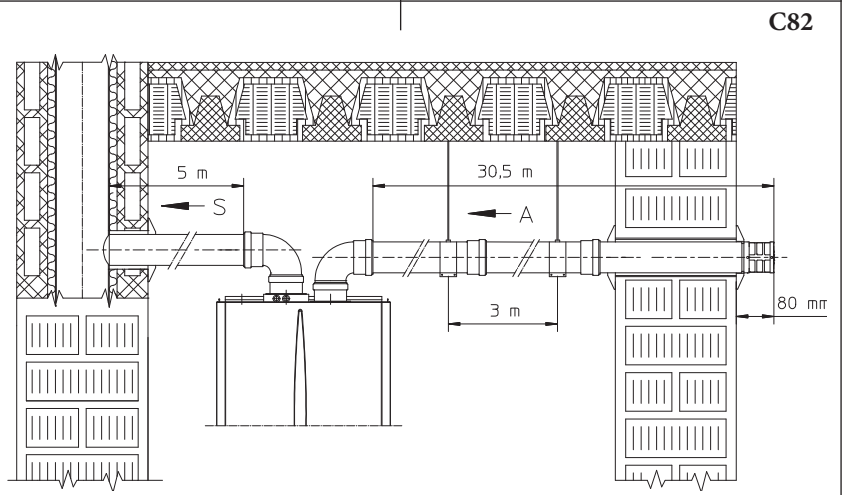

Fig. 1-29
- Perdita di temperatura nei canali da fumo. Per evitare problemi di condensa dei fumi nel condotto di scarico Ø 80, dovuti al loro raffreddamento attraverso la parete, è necessario *limitare la lunghezza del condotto di scarico a soli 5 metri* (Fig. 1-29). Se si debbono coprire distanze superiori è necessario utilizzare i tubi Ø 80 coibentati (vedi capitolo kit separatore Ø 80/80 coibentato).